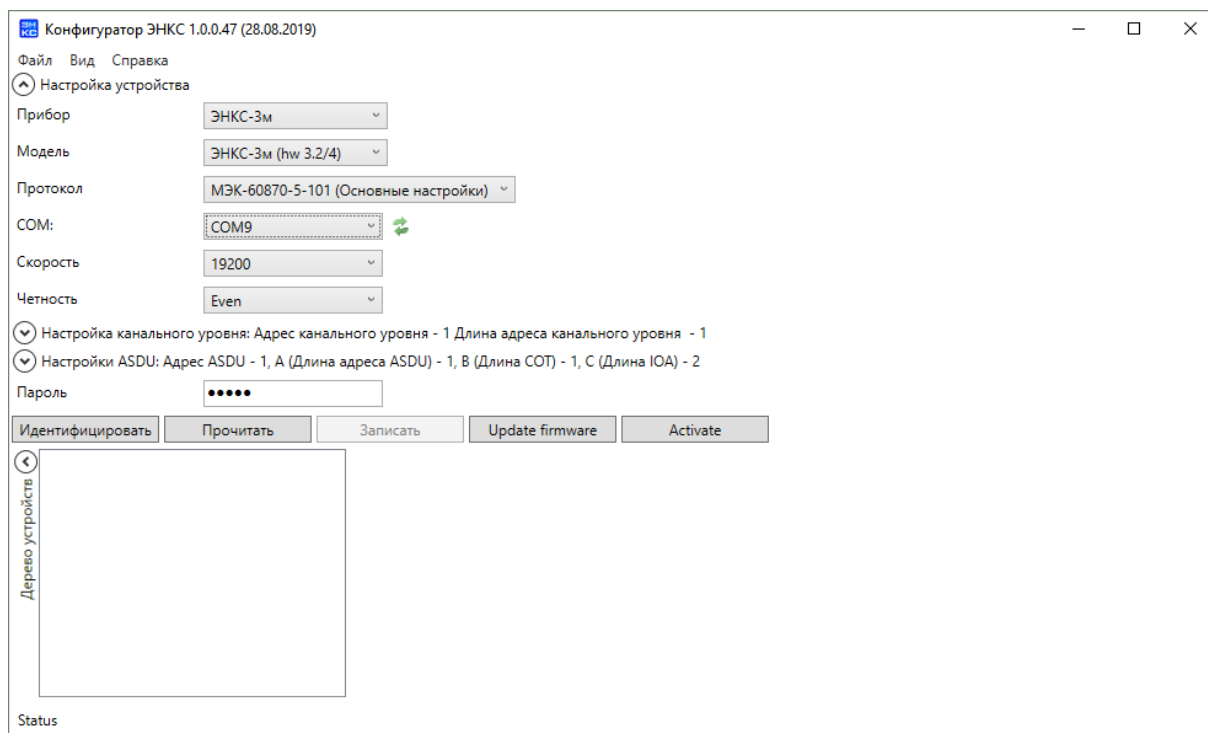

Рисунок 3.2. Окно настроек подключения через последовательный порт.
- 1) Протокол МЭК 60870-5-101 (прибор подключается к ПК по RS-232 или RS-485) (рис. 3.2).